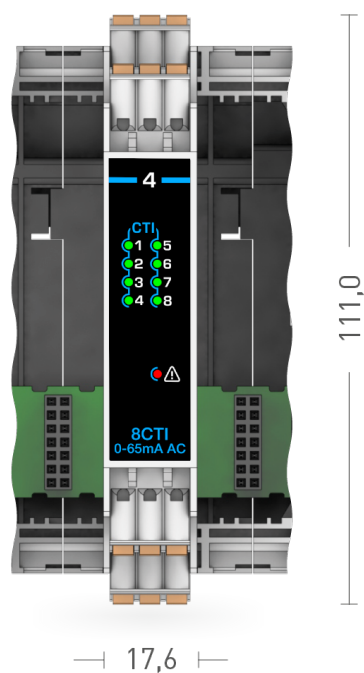
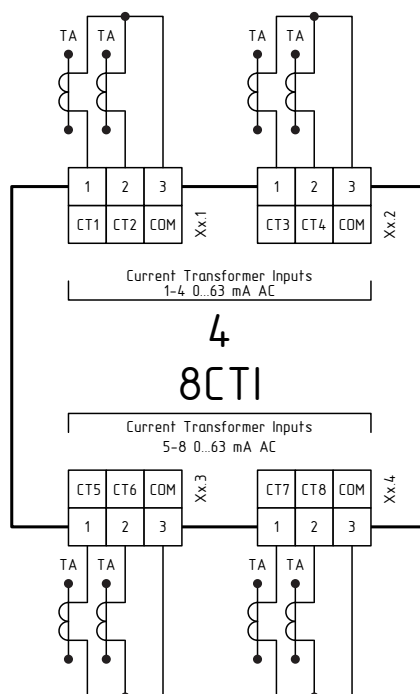

Рисунок 1.16 – Внешний вид модуля расширения MCU-4-8CTI
Рисунок 1.17 – Схема подключения модуля расширения MCU-4-8CTI
- Внешний вид и схема подключения приведены на рис. 1.16 и рис. 1.17.